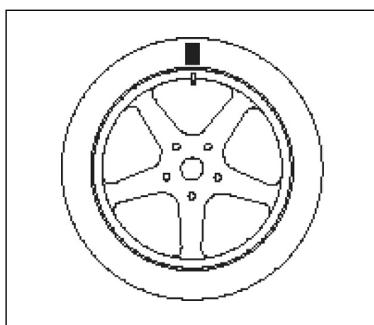

图 F5.6 - 旋转轮胎 180 度至气嘴的
5) 将轮胎从平衡轴上拿下，并将轮胎与轮辋分离，然后将轮胎的标记位置旋转至轮胎气嘴的相对位置，如图 F5.6 所示；